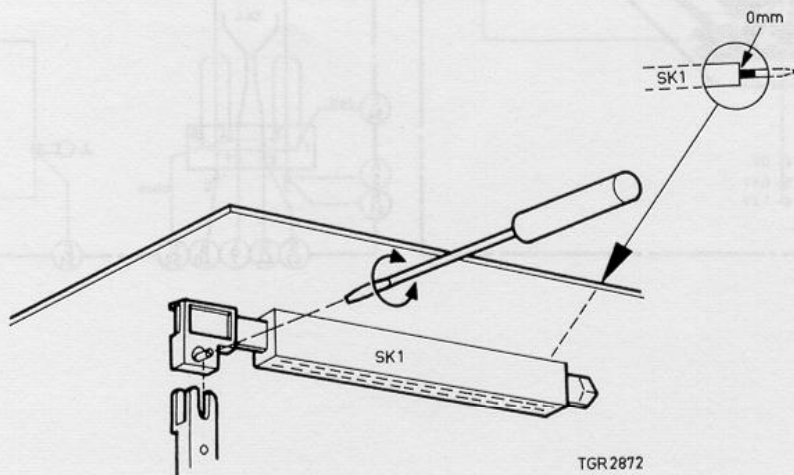

Fig. 9
INSTELLINGEN VAN DE SCHAKELAARSSchakelaar SK1 (zie fig. 9)
- De loper van schakelaar SK1 moet zodanig worden ingesteld, dat de afstand tussen het eerste markeervlakje op de schuif en het schakelaarhuis 0 mm bedraagt (zie fig. 9). (Het markeervlakje is via een gaatje in de printplaat zichtbaar.)